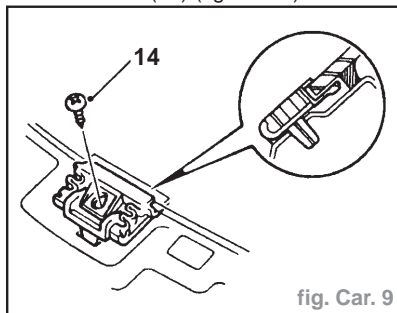

fig. Car. 9
- Enlever 2 vis maintenant les entretoises sur la caisse (14) (fig. Car. 9).